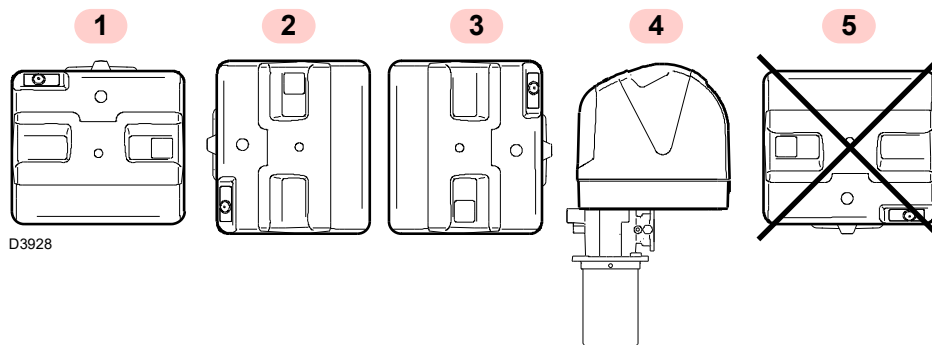

Fig. 8
- El quemador está preparado exclusivamente para funcionar en las posiciones **1, 2, 3 y 4** (Fig. 8).